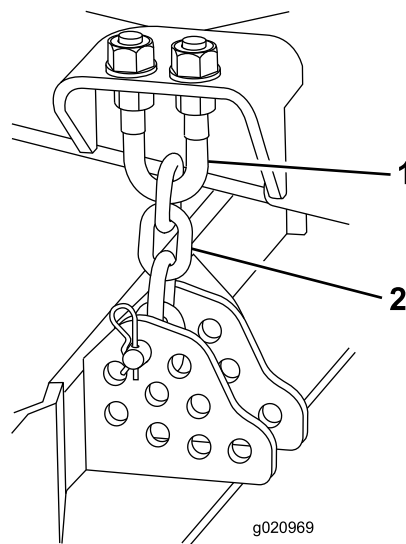

Figure 104
3. Enlevez la goupille fendue et l'axe de chape qui fixent les chaînes de hauteur de coupe à l'arrière du plateau de coupe (Figure 104).